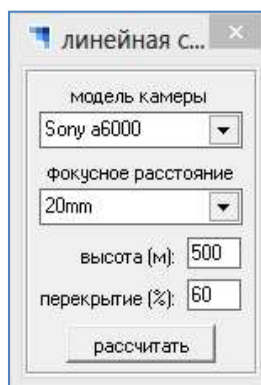

Рисунок 61 – Окно «Линейная съемка»
1) Кнопка «Линейная съемка» открывает/закрывает окно функции автоматического расчета маршрута для выполнения аэрофотосъемки линейного объекта (Рисунок 61).